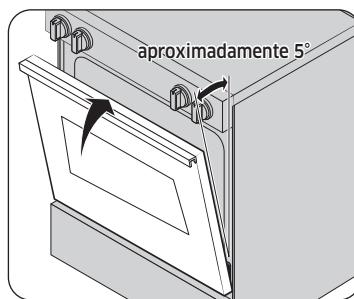

Fig. 1
- Cierre la puerta a la posición para quitarla, que es aproximadamente a 5 grados de la posición vertical (Fig. 1).